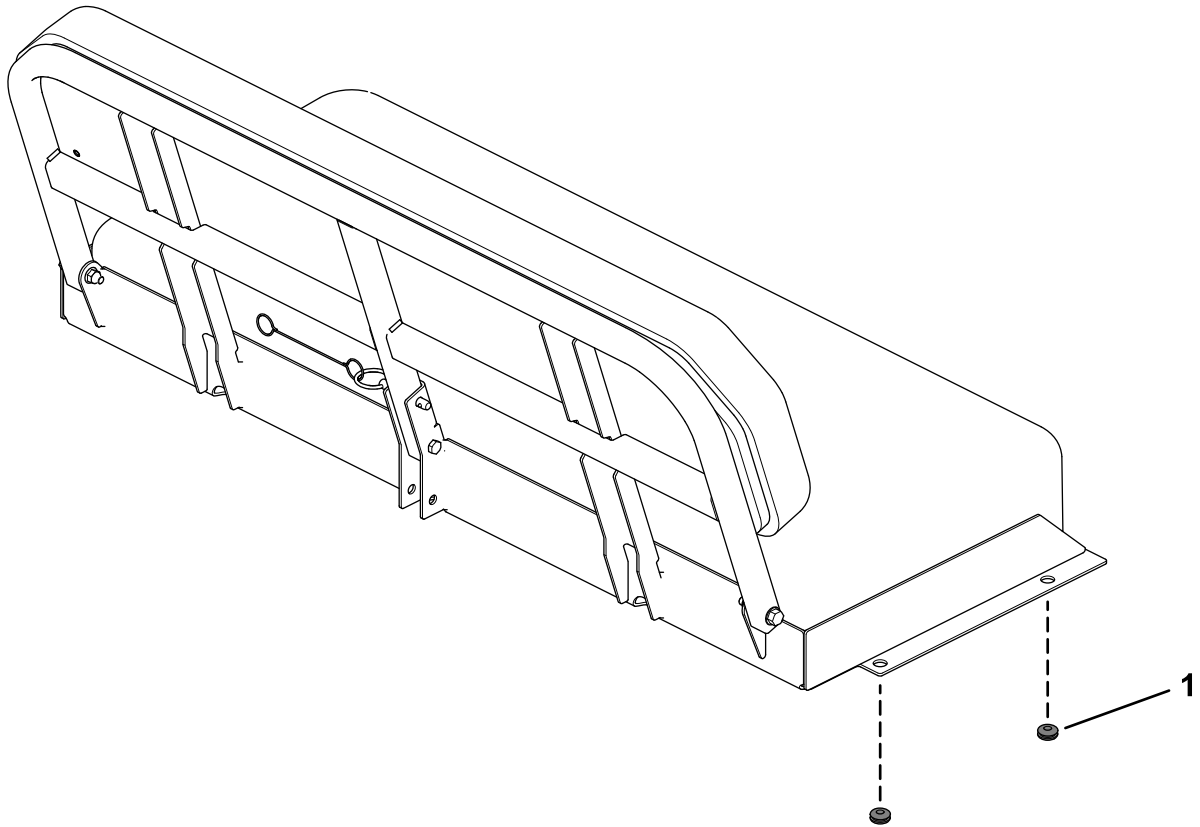

Bild 10
9. Legen Sie vier Gummidichtungen auf die Kanten des Sitzunterteils, wie in Bild 10 abgebildet.